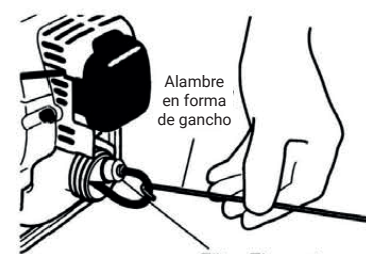

Figura 19
- Use un gancho de alambre para extraer el filtro de combustible del interior del tanque de combustible (Figura 19). Inspeccione el elemento del filtro de combustible en busca de signos de contaminación. Reemplácelo por uno nuevo si es necesario. Antes de reinstalar el filtro, inspeccione la línea de combustible. Si encuentra daños o deterioro, retire la unidad del servicio hasta que pueda ser inspeccionada por un técnico de servicio capacitado.